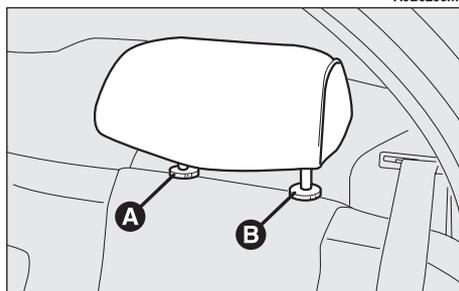

fig. 27
- premere entrambi i pulsanti (**A** e **B**-fig. 27) e rimuovere i poggiatesta.